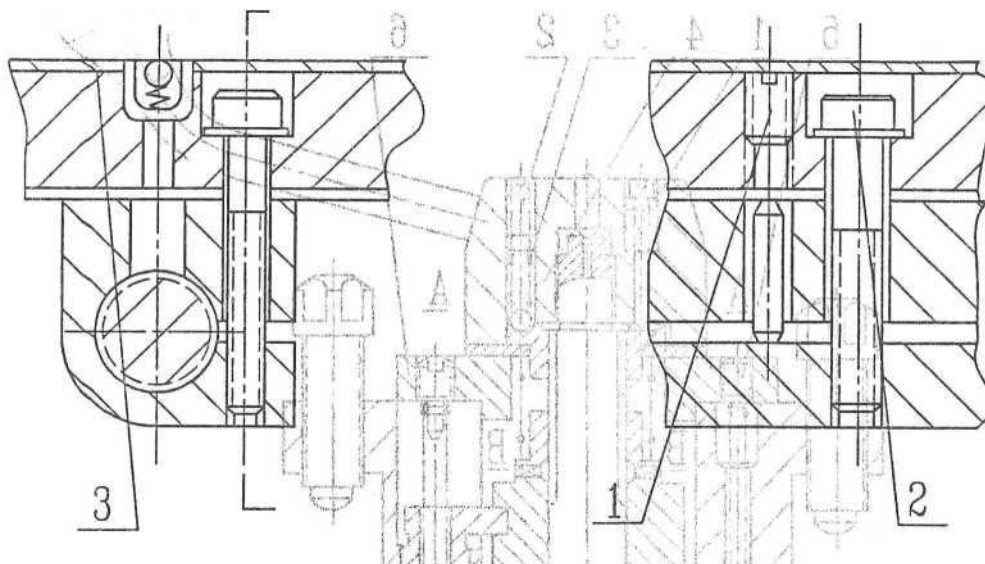

Рис. 19. Регулировка винтовой гайки нижней стороны инструментальных салазок
Перемещение нижних инструментальных салазок осуществляется за счет винтового привода. В станке используется полуоткрытый целый болт. При регулировке сначала ослабьте стопорный штифт (1); отрегулируйте болт (2) до исчезновения зазора. Затем установите стопорный болт (1) (рис. 19). После регулировки снимите пылезащитный колпачок (3).